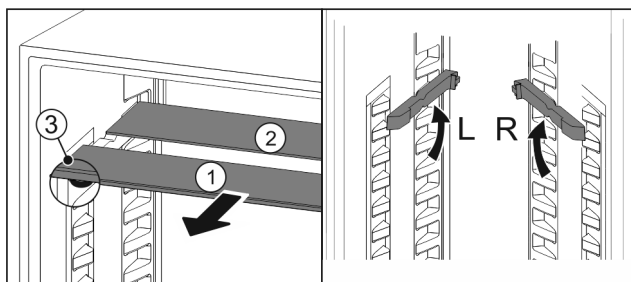

Fig. 31
- ▶ Skleněné desky jednotlivě vytáhněte dopředu Fig. 31 (1).
- ▷ Skleněná deska Fig. 31 (1) s ozdobnou lištou leží vpředu.
- ▷ Zářázky Fig. 31 (3) směřují dolů.